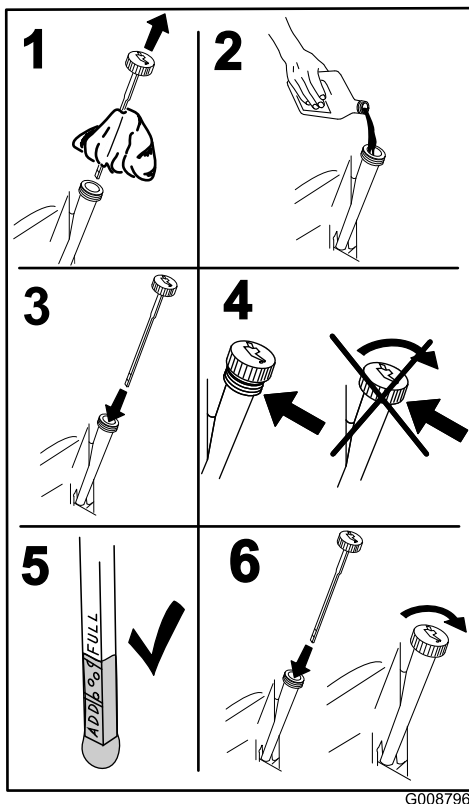

図 40
4. ディップスティックを抜きウェスで一度きれいに拭く 図 40。